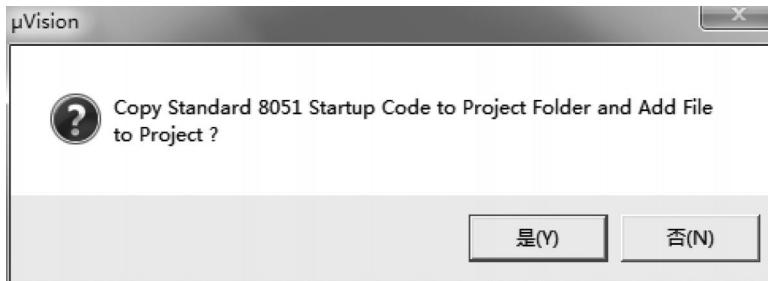

图 1-1-29 添加标准 8051 初始化程序确认框
(4) 单击“Select Device for Target”对话框中的“OK”按钮，程序会询问是否将标准 8051 初始化程序(STARTUP.A51)加入项目中，如图 1-1-29 所示。单击“是”按钮，程序会自动复制标准 8051 初始化程序到项目所在目录并将其加入项目中。一般情况下，单击“否”按钮。